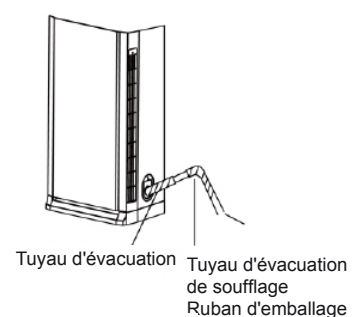

Fig 5
- (1) S'assurer que le tuyau d'évacuation est dirigé vers l'extérieur (côté déchargement).
- (2) Joindre bout à bout le tuyau d'évacuation dans l'unité avec le tuyau d'évacuation de soufflage et les fixer avec du ruban isolant.
- (3) Si le tuyau d'évacuation doit être enveloppé de matériel d'isolation thermique (au moins 9 mm d'épaisseur), il doit ensuite être enveloppé de ruban afin d'éviter la pénétration d'air dans le tuyau, car cela provoquerait de la condensation.
- (4) Après la connexion, vérifier si l'eau peut s'évacuer correctement où s'il existe des fuites. (Comme sur la Fig. 5)